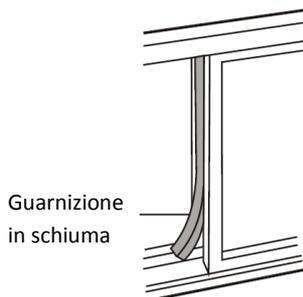

Fig. 15
5. Tagliare la guarnizione in schiuma con una lunghezza idonea ed ermetizzare lo spazio aperto tra l'imposta interna ed esterna. Come mostrato in fig. 15.